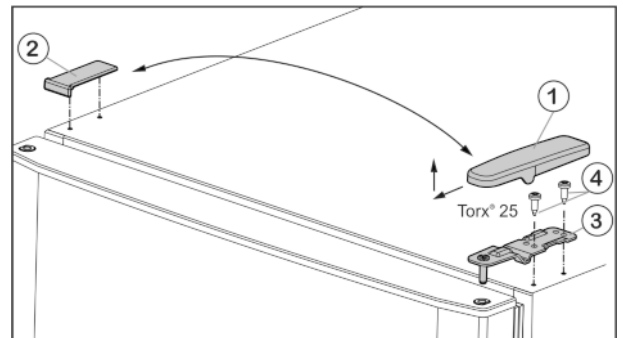

Fig. 6
- ▶ Wyjąć osłonę Fig. 6 (1) do przodu i do góry.
- ▶ Podnieść osłonę Fig. 6 (2).
- ▶ Odkręcić górną płytkę zawiasu Fig. 6 (3) (2 razy Torx® 25) Fig. 6 (4) i wyjąć ją do góry.
- ▶ Włożyć w drzwi górną płytkę zawiasu Fig. 6 (3) po nowej stronie zawiasów.
- ▶ Dokręcić górną płytkę zawiasu (z siłą 4 Nm) (2 razy Torx® 25) Fig. 6 (4). Ewentualnie użyć wkrętkarki akumulatorowej.
- ▶ Założyć osłonę Fig. 6 (1) od zewnątrz odpowiednio po przeciwległej stronie i zazębnić.
- ▶ Założyć osłonę Fig. 6 (2) od góry odpowiednio po przeciwległej stronie i zazębnić.